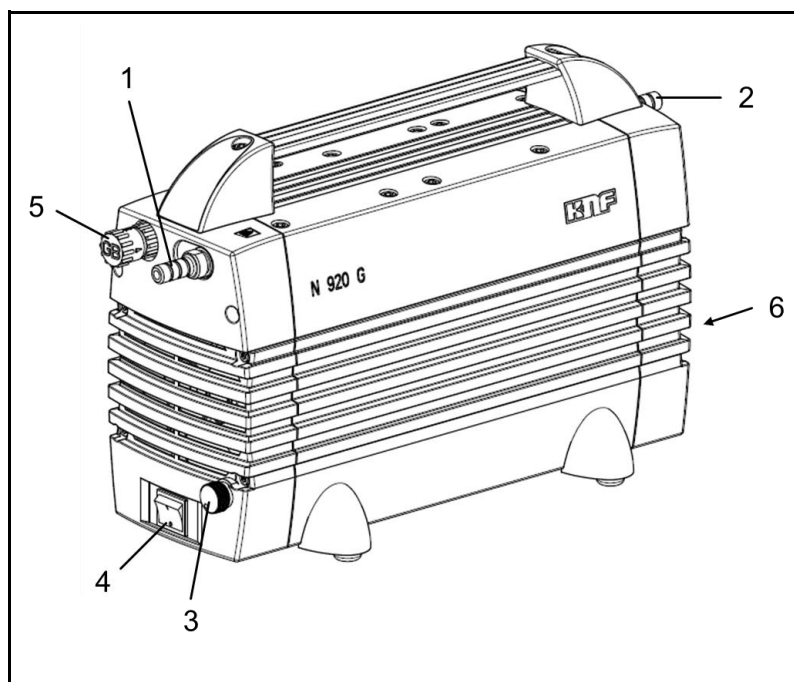

Abb. 2: N 920 KT.29.18G
4. Ggf. Pumpe durch Schnittstellenkabel mit Vakuumcontroller VC 900 verbinden (Abb. 2/6, Schnittstellenkabel siehe Kapitel 10.2 *Zubehör*). Weitere Informationen zum Anschluss siehe Betriebsanleitung VC 900.
- Pumpe mit Netzschalter einschalten (siehe Abb. 2).
- Pumpe mit Netzschalter ausschalten (siehe Abb. 2).
Über das Potentiometer (Abb. 2/3) lässt sich die Drehzahl der Pumpe variieren. Auf diese Weise ist es möglich, die Förderleistung einzustellen.